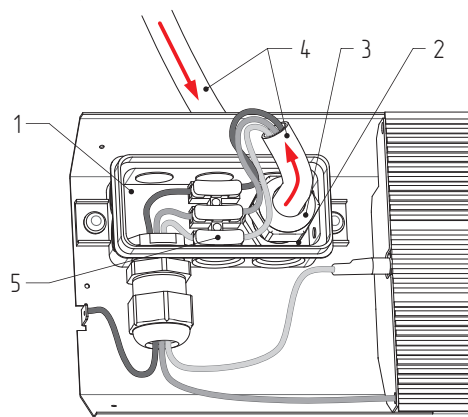

Рисунок 6. Монтаж питающего кабеля обогревателя
- 7.4.2. Открутить полукруглую гайку гермоввода (см. рис.6), пропустить разделанный питающий кабель в гермоввод.